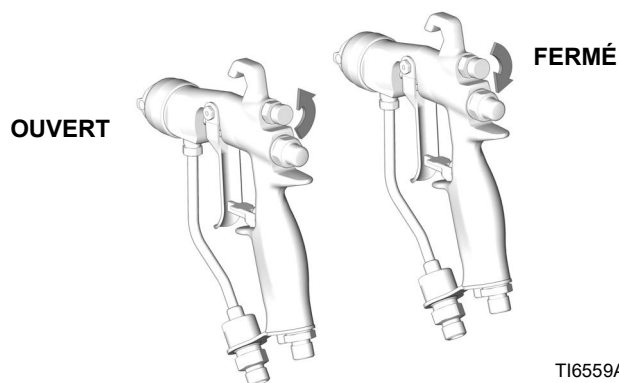

FIG. 14
4. Couper l'air de réglage du jet en tournant le bouton à fond dans le sens horaire. Voir FIG. 14. On obtient ainsi le jet le plus large.
Pour obtenir un jet plus étroit, tourner le bouton de la vanne de réglage du jet dans le sens antihoraire. Voir FIG. 14. Si le jet n'est pas encore assez étroit, légèrement augmenter la pression d'air du pistolet ou utiliser une buse de taille différente. (Pas recommandé pour les pistolets à buse RAC).